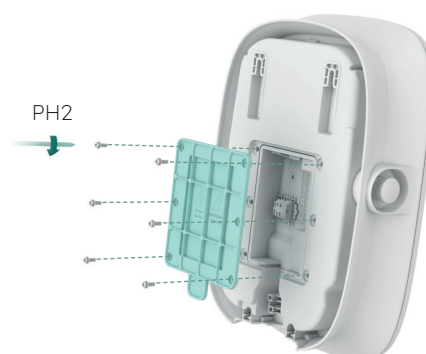

**Figura 10 Serracavo in plastica**
- 8 Fissa i cavi con il serracavo in plastica, come mostrato nella Figura 10.